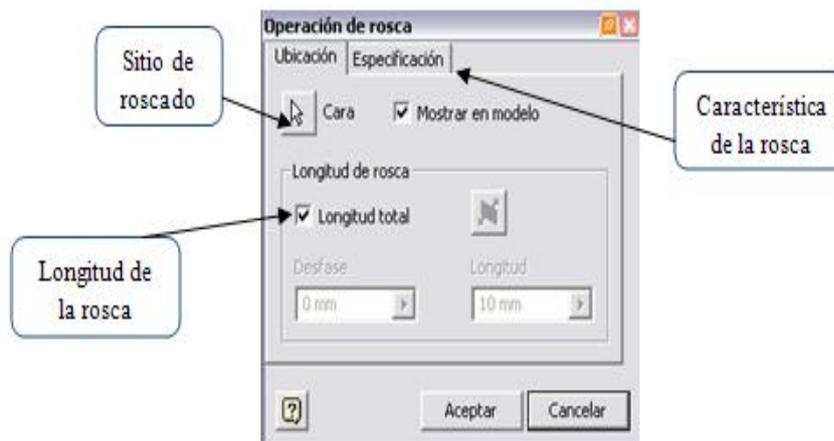

Figura 32. Ventana del comando para rosca.
4.4. Rosca. Representada por la figura . En la etiqueta rosca se pueden elegir las características de las roscas en el caso de tratarse de un agujero roscado y, en la etiqueta tamaño, se seleccionaran las dimensiones del agujero. Ver figura 32.